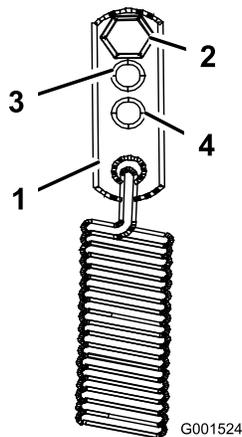

Figura 39
3. Per condizioni di servizio più gravose, spostate gli ancoraggi delle molle nella posizione di servizio medio o pesante (Figura 39). Gli ancoraggi delle molle sono attaccati nell'angolo superiore posteriore degli schermi della trazione idraulica, sui lati sinistro e destro della macchina.